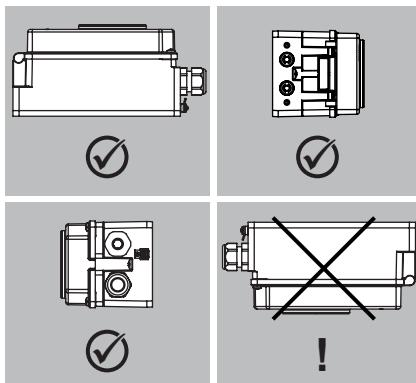

Fig. 5-2: Tilladte monteringspo-
- Vær opmærksom på monteringspositionen (se Fig. 5-2).